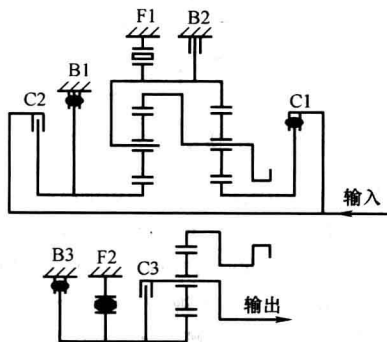

图 1-7 2 挡动力传递路线
(1) 主行星齿轮机构 2 挡动力传递路线如图 1-7 所示, 在 1 挡时, 前排行星架/后排齿圈是动力输出端, 与车体相连, 作同向 (顺时针) 减速旋转, 后行星架/前齿圈被固定, 后行星齿轮也作顺时针旋转, 则后太阳轮逆时针旋转。在 2 挡时, 驱动部件与 1 挡相同, 只是固定部件不同, 即 2 挡制动器 B1 接合, 固定后行星齿轮机构太阳轮, 而后行星齿轮在作顺时针旋转, 则后行星齿轮带动后行星架/前齿圈沿后排太阳轮顺时针转动。再看前排行星齿轮机构, 在 1 挡和 2 挡时前排太阳轮的状态相同, 只是前齿圈/后行星架